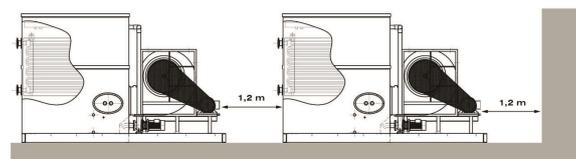

Fig. 6
- d) Due to reasons of operation and maintenance, a distance of, at least, 1,2 meters must be kept between the condenser and the nearby walls or between two condensers.(Figure 6).
- d) Pour des raisons de fonctionnement et d'entretien, on doit garder, au minimum, une distance de 1,2 mètres entre le condenseur et les murs autour ou entre les condenseurs eux mêmes (figure 6).
- d) Por razones de operación y mantenimiento, se debe guardar, como mínimo, una distancia de 1,2 metros entre el condensador y las paredes de alrededor o entre los condensadores entre sí (fig. 6).